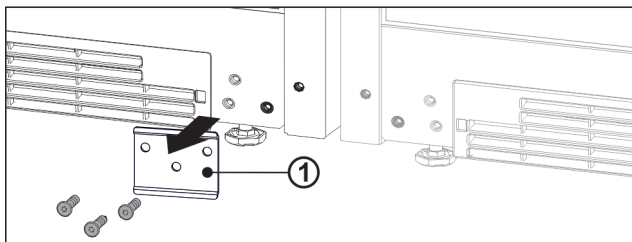

Fig. 14
- Dacă este implementată placa de tablă Fig. 14 (1), deșurubați placa de tablă.